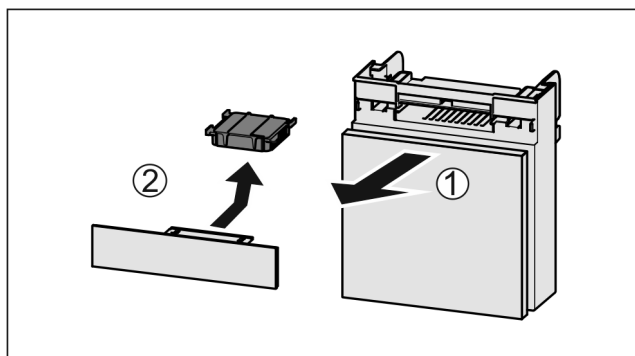

Fig. 34
- 向前拉出 Fig. 34 (1) 抽屉。
- 取出 Fig. 34 (2) 活性炭过滤器。